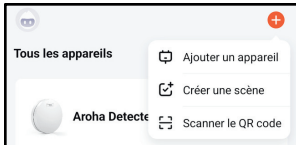

Figure 1: Ajouter un appareil dans l'application
**Étape 5:** Cliquez sur le «+» dans le coin supérieur droit de l'écran d'accueil de l'application. Choisissez ensuite «Ajouter un appareil», comme vous le voyez sur la figure 1. L'application recherchera désormais automatiquement les appareils en mode couplage. Suivez les étapes décrites dans l'application.